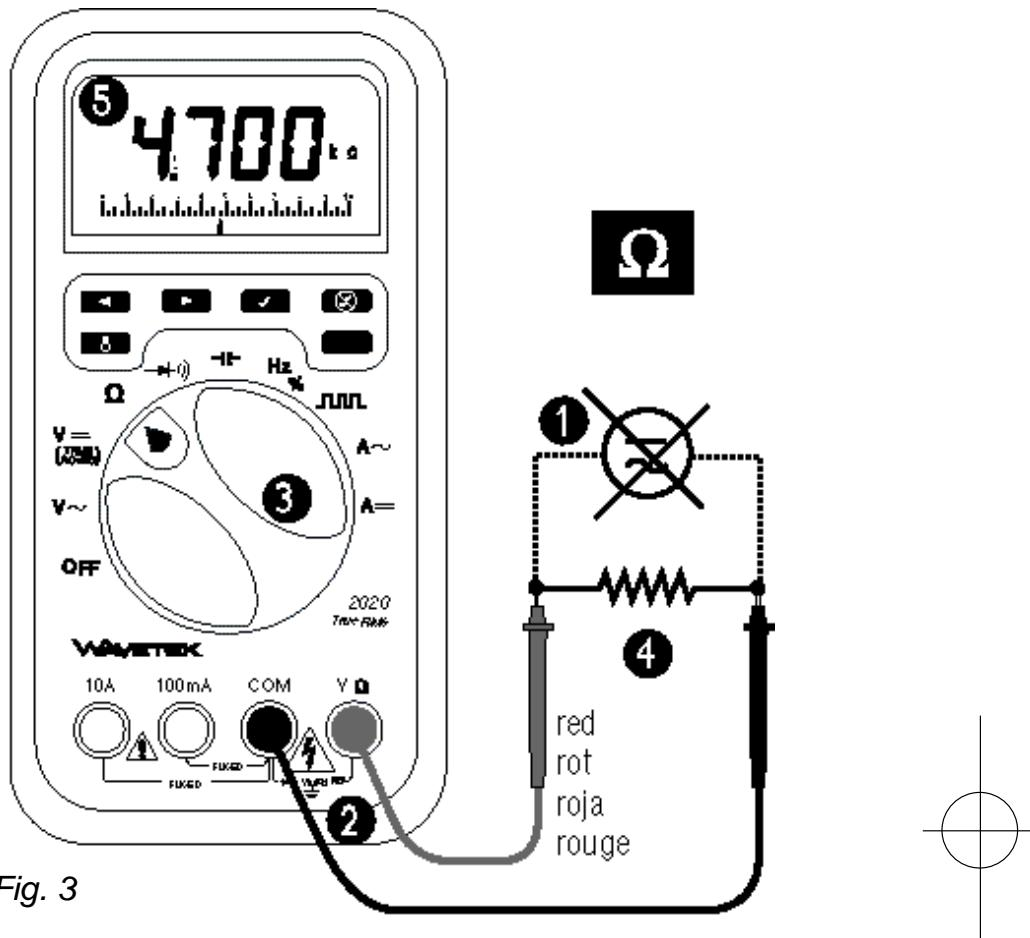

Fig. 3
RESISTANCE MEASUREMENT (See Fig. 3)
① Turn off any power to the resistance to be measured and discharge any capacitors. Any voltage present during a resistance measurement will cause inaccurate readings. ② Connect test leads as shown in figure 3. ③ Set Function/Range Switch to position. ④ Connect test leads to circuit being measured. ⑤ Read resistance value on Digital Display. Open circuits will be displayed as "OPEN" in autoranging mode and as "OL" in Range-Lock mode.
D • Widerstandsmessung (siehe Fig. 3)
E • Medidas de resistencia (vea Fig. 3)
F • Mesure de Résistance (voir fig. 3)
① Assurez-vous qu'aucune tension n'est appliquée à la résistance. Une tension fausserait le résultat. ② Connectez les cordons comme indiqué en figure 3. ③ Placez le sélecteur sur . ④ Connectez les cordons au circuit à mesurer. ⑤ Lisez la valeur affichée. Un circuit ouvert ou une résistance trop élevée est affiché comme "OPEN" en changement automatique de gammes et comme "OL" en blocage de gamme.